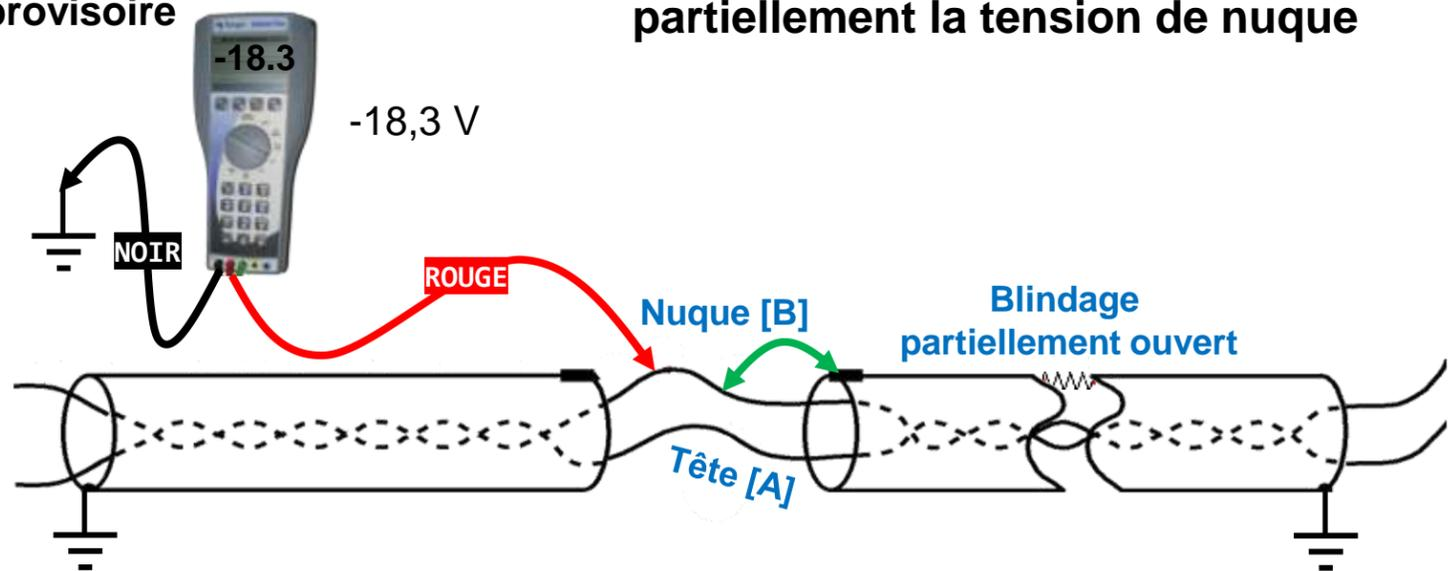

Figure KDT3
- Si la connexion volante abaisse **partiellement** la tension, comme sur la Figure KDT3, le blindage est **partiellement ouvert ou il y a une fuite de blindage à la terre**
- En se référant au schéma ISO1 à la page précédente, **aller à la borne n° 1**. Ouvrir la connexion de masse pour isoler le blindage des câbles entrant et sortant. Effectuer l'essai d'abaissement de tension vers le multiplexeur d'accès DSL (DSLAM) (voir Figure KDT2) puis vers la borne n° 2 (voir Figure KDT3).